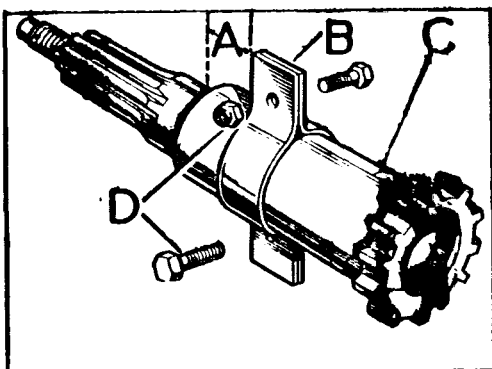

Fig. C-58 Posición del batidor de aceite
- 1.4.1. Extraer las dos tuercas y separar las dos mitades del batidor de aceite B (Fig. C-58).
- 3.1.2. Posicionar el batidor de aceite a 25 mm del punto de apoyo del cojinete delantero (Fig. C-58) y apretar sus elementos de fijación.